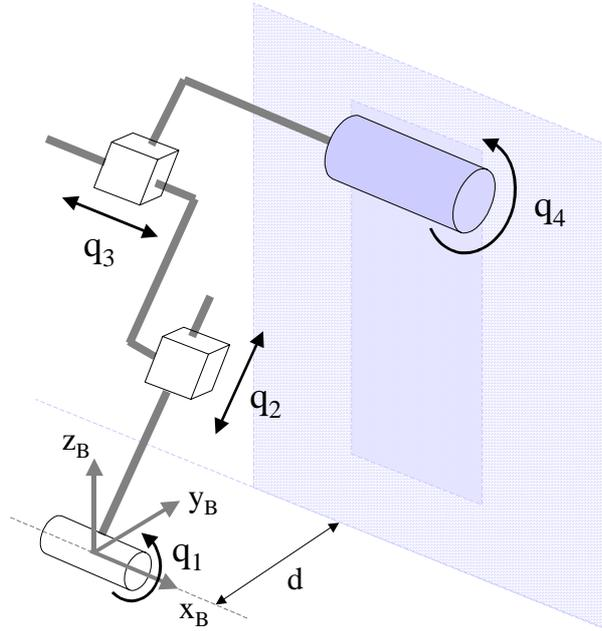
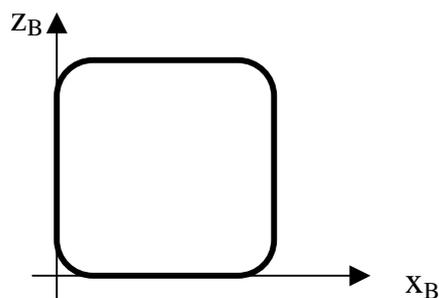

Fig. 1
Fig. 2
Un braccio robotico per la tinteggiatura automatica ha la struttura cinematica schematizzata in Fig. 1. Per questo manipolatore:
3. supponendo che l'organo terminale debba percorrere con velocità di modulo costante  $\|v\| = k$  il cammino cartesiano ciclico rappresentato in Fig. 2, giacente sul piano descritto da  $y_B = d = 1$  [m] nel riferimento  $(x_B, y_B, z_B)$  indicato in Fig. 1, determinare il valore di  $k$  che corrisponde al minimo tempo di percorrenza del cammino e che consente di rispettare i vincoli di massima velocità ai giunti  $\dot{q}_1 \leq 0.3$  [rad/s],  $\dot{q}_2 \leq 0.4$  [m/s],  $\dot{q}_3 \leq 0.6$  [m/s].
In particolare, sui tratti orizzontali del cammino di Fig. 2 è  $v = v_x$  e dunque  $v = \dot{q}_3 \leq 0.6$ , mentre su quelli verticali è  $v = v_z$ , con  ${}^B y_E = (q_2 + a_3) \cos q_1 = 1$ , ovvero